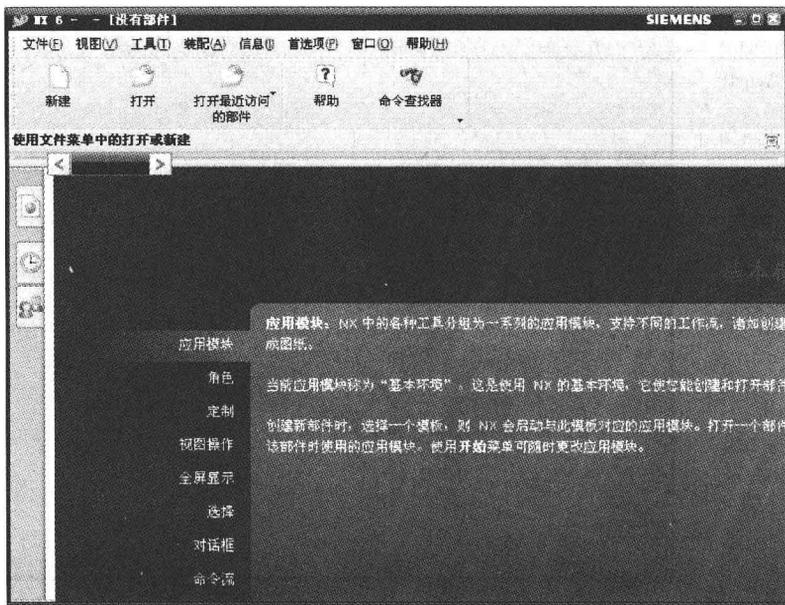

图 1.2 UG NX 主要工作窗口
(1) 选择【开始】|【所有程序】|【UG NX 6】|【NX 6】命令,启动 NX 6,打开 NX 6 窗口界面,如图 1.2 所示。